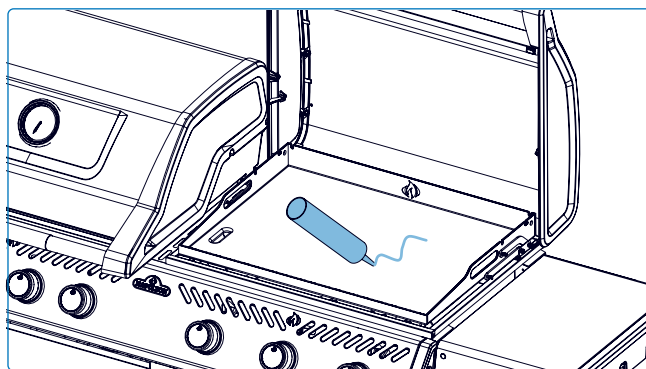

Fig. 11
5. Agregue 2–3 cucharadas de un aceite neutro de alto punto de humo al centro de la plancha **(Fig. 11).**